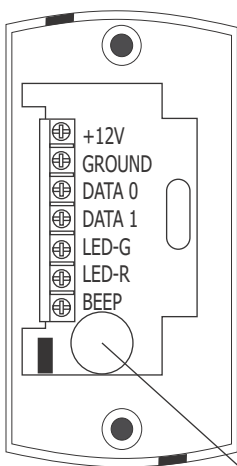

Abbildung 4
- Schließen Sie die Drähte, wie in den Anschlussplänen in Abb. 4 und 5 angegeben, an die Klemmenanschlüsse des Lesegeräts an.